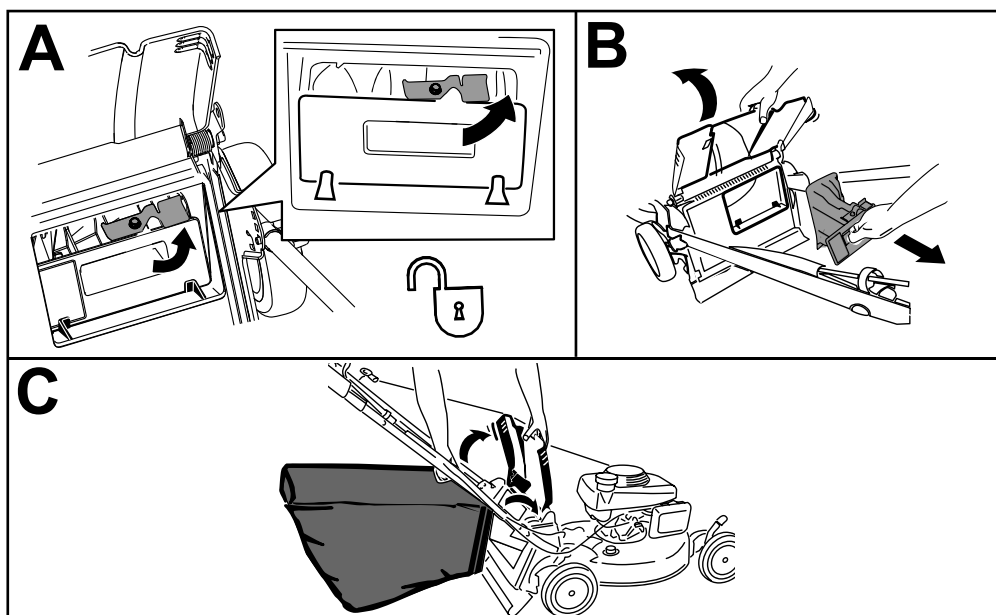

Figure 23
Remarque: Pour déverrouiller l'obturateur arrière, tournez le levier vers la droite (Figure 23).
1. Soulevez le déflecteur arrière et maintenez-le dans cette position, puis déverrouillez l'obturateur arrière (encadré A de la Figure 23).
2. Retirez l'obturateur arrière (encadré B de la Figure 23).
3. Accrochez le bord supérieur avant du bac aux ergots sur les crans des supports de poignée (encadré C de la Figure 23).